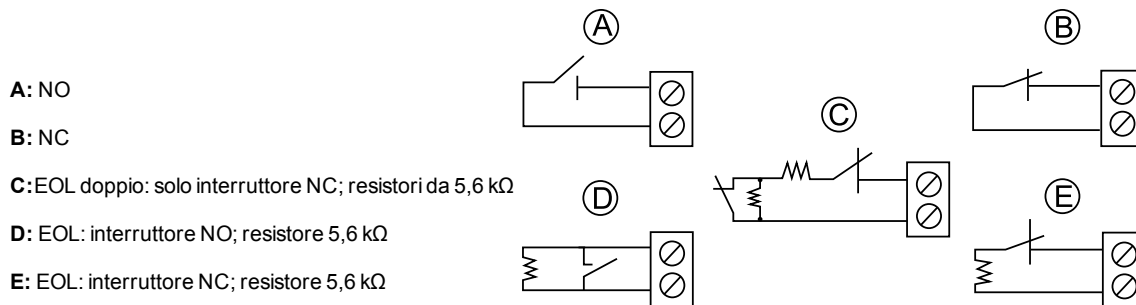

Figura 12: Esempi di cablaggio
| NC | Se l'ingresso ausiliario del BW-312 è del tipo normalmente chiuso (NC), usare esclusivamente una connessione in serie dei contatti NC dei rilevatori. Non è necessario un resistore di fine linea. Vedere la Figura 12, B. |
| NO | Se l'ingresso ausiliario del BW-312 è del tipo NO, usare esclusivamente una connessione in parallelo dei contatti NO dei rilevatori. Non è necessario un resistore di fine linea. Vedere la Figura 12, A. |
| EOL | Per la supervisione EOL è possibile utilizzare i contatti NC o NO dei rilevatori. Un resistore di fine linea da 5,6 kΩ deve essere collegato all'estremità del circuito della zona. Vedere la Figura 12, D ed E. |
| DEOL | Per la supervisione DEOL, utilizzare solo i contatti NC dei rilevatori. Un resistore di fine linea da 5,6 kΩ deve essere collegato all'estremità del circuito della zona. Vedere la Figura 12, C. |
Note: La figura 12 (C) mostra un cablaggio DEOL (Double End of Line), che è disponibile a seconda della versione del software della centrale.